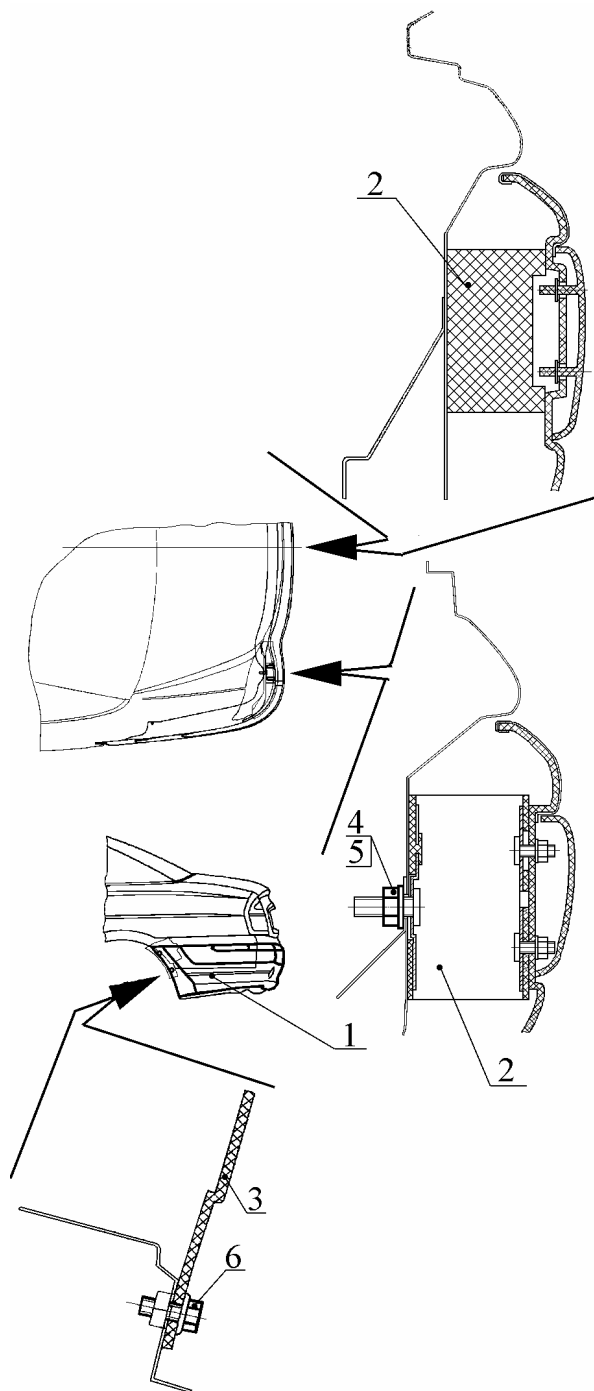

Рис. 25. Снятие заднего бумера:
4.20.2. Снять задний бумер 1 (рис. 25), отвинтив две гайки 4 и сняв две шайбы 5 крепления средних подушек 2 заднего бумера к кузову, и отвинтив четыре болта 6 крепления боковых подушек 3 к кузову